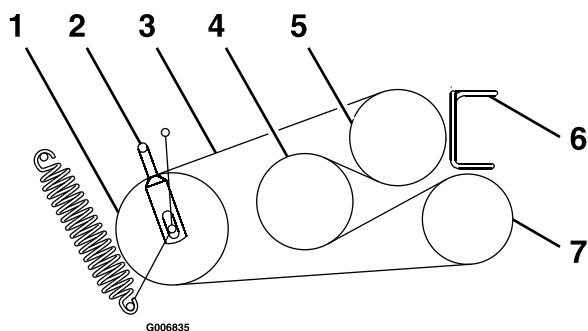

Figure 57
6. Desserrez les guides de courroie **A** et **B** (Figure 57).
8. Installez les courroies neuves sur les poulies, comme montré à la Figure 57.